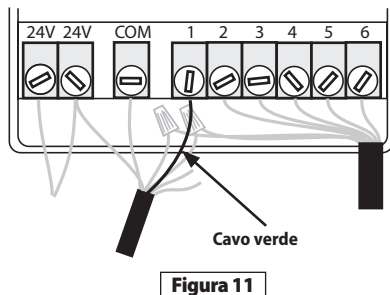

Figura 11
- Collegare il cavo verde dell'interfaccia utente SMRT-Y al terminale della zona a cui il cavo di zona contrassegnato era originariamente connesso (vedere Figura 11).